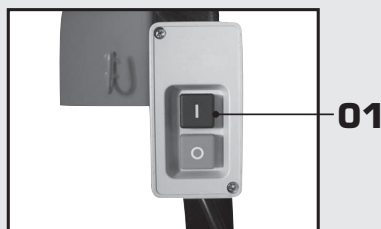

Fig. 03
Para ligar o equipamento, pressione o botão preto (1), localizado na parte lateral da máquina. Para desligar, pressione o botão vermelho (0) [Fig. 03].